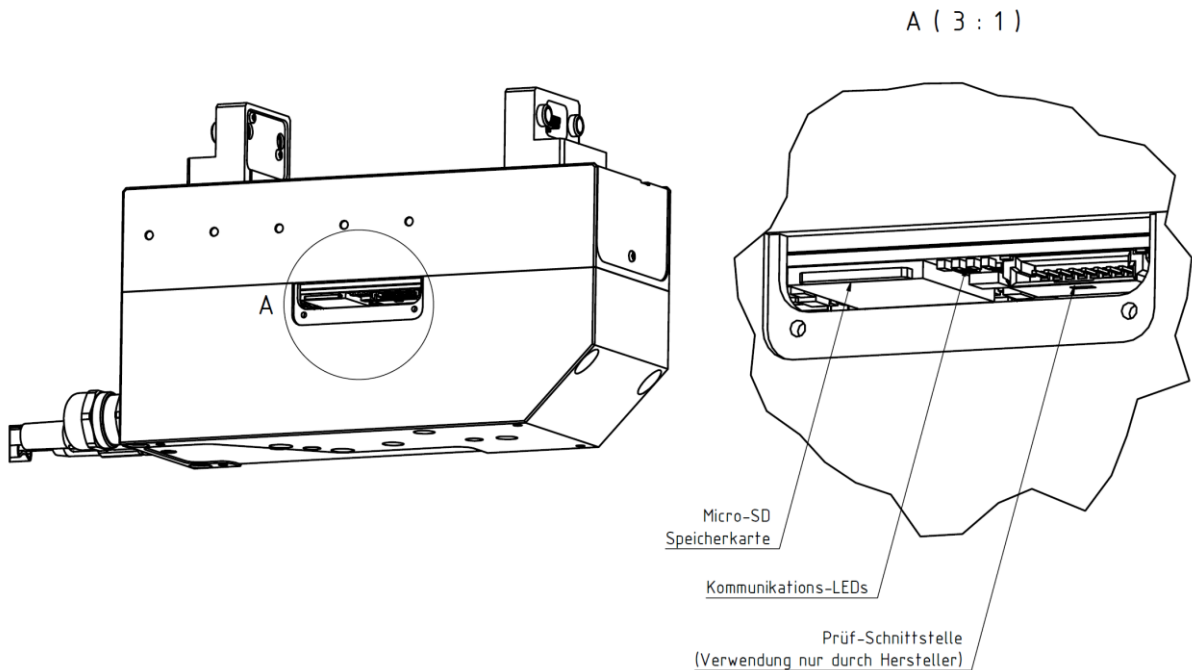

Abbildung 24: Zugangsschacht zur Greifersteuerung
5. Sie sehen die Konfigurationsoberfläche des Moduls (Abbildung 24)
Das Modul verfügt über eine leistungsfähige integrierte Greifersteuerung. Die Greifersteuerung ist durch Abnehmen der Abdeckung mit dem Weiss-Robotics-Logo zugänglich (siehe Abbildung 24).